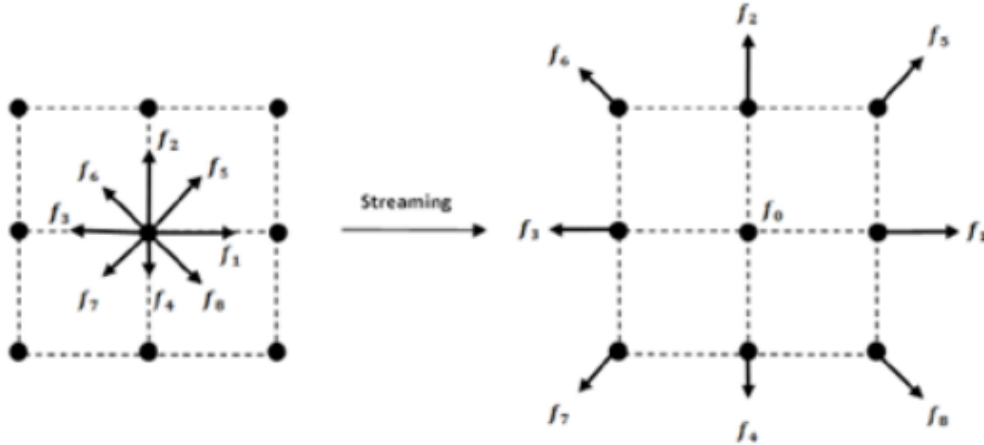

FIGURE 2 – Étape de propagation vers les noeuds voisins (1)
- Propager les valeurs suivant chaque direction, comme cela est représenté sur la figure 2.